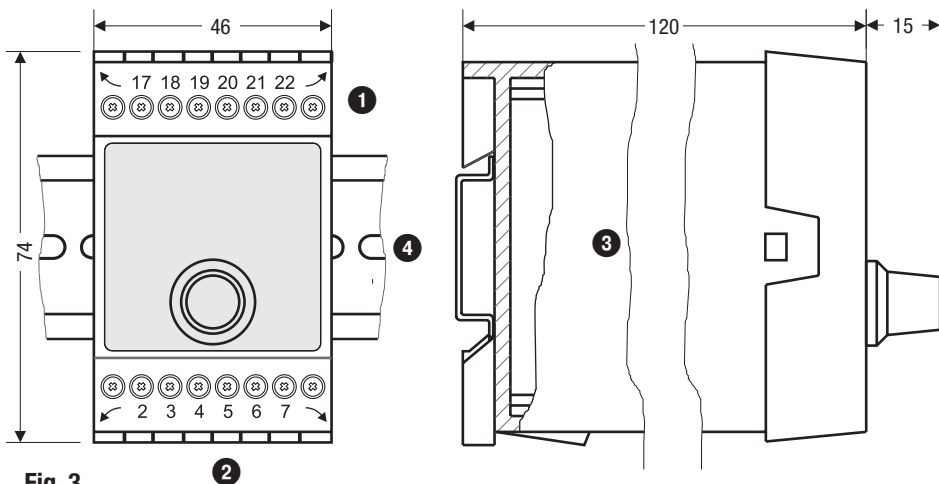

Fig. 3
Der Temperaturschalter TRS 5-52 wird im Schaltschrank auf einer Tragschiene Typ TH 35, EN 60715 aufgerastet. **Fig. 3 ④**